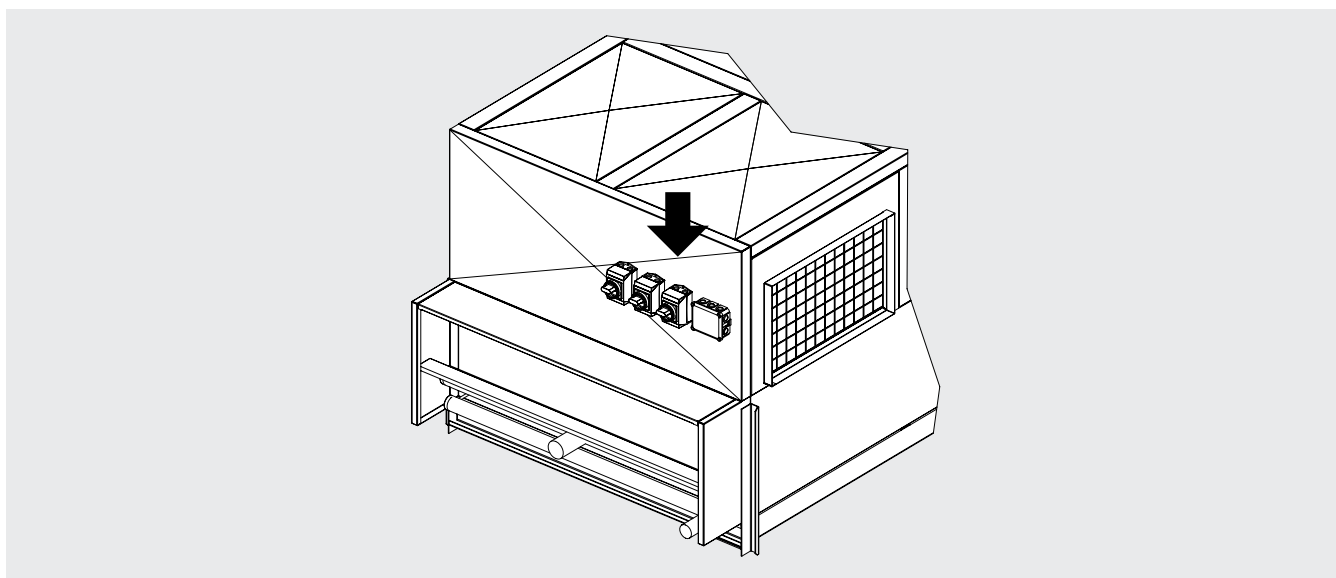

Figura 11
- 9.7 La scatola di derivazione e gli eventuali interruttori per i singoli ventilatori sono posizionati sul pannello frontale del modello. Si osservi la Figura 11.